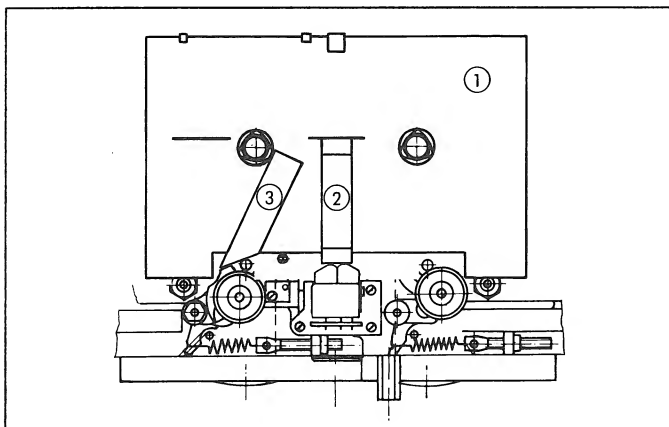
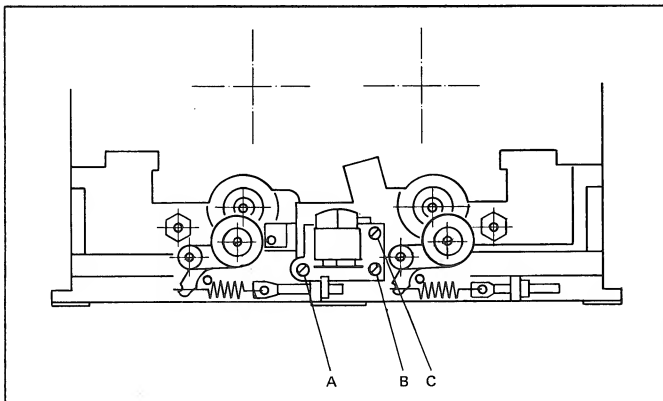

Fig. 3.5
Fig. 3.8
- den Mess-Schieber für die Eintauchtiefe [2] mit dem rechtwinkligen Ende gegen die Tonköpfe auflegen (siehe Fig. 3.5)
- die Höhe ist mit den Schrauben [B] und [C] so einzustellen, dass bei eingelegter Lehre der Schieber [2], ohne seitlich zu streifen durch die Bandführung (rechts des Tonkopfes) geschoben werden kann (Fig. 3.5).
- die Kopfbühne ist mit Schraube [B] (Fig. 3.8) so einzustellen, dass der Tonkopf auf Spalthöhe rechtwinklig zu der Kopfträgerlehre steht. (Dies kann mit dem Schieber [2] (Fig. 3.5) kontrolliert werden. Wenn die angefräste Seite gegen den Wiedergabekopf zeigt, muss der Luftspalt zwischen Kopf und Schieber parallel verlaufen)
- Einstell-Lehre-Tonkopf (Best. Nr. 46172) [1] einlegen (Fig. 3.5)